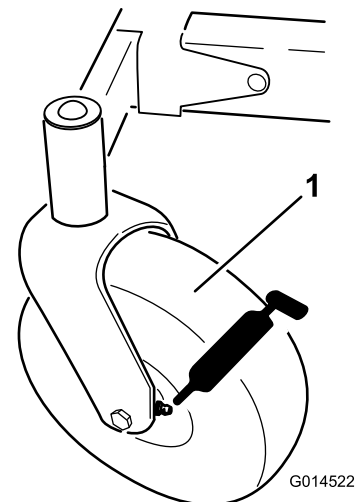
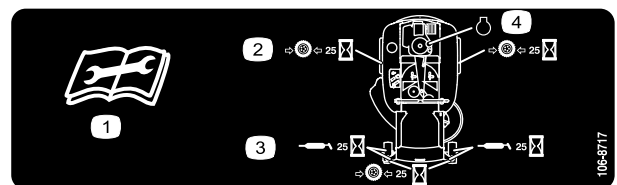

Figura 32
Figura 33
3. Limpie con un trapo los puntos de engrase (Figura 32) y (Figura 33).
4. Conecte una pistola de engrasar a cada punto de engrase (Figura 32 y Figura 33).